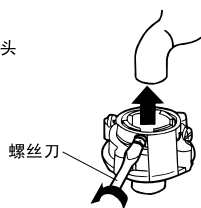

图2
2. 将进水管接头四个螺钉松至可套在水龙头上为止, 然后将进水管接头套在水龙头上, 如图2。如果水龙头口径偏大, 进水管接头套不上, 则松开四个螺钉, 取下衬套, 如图3。